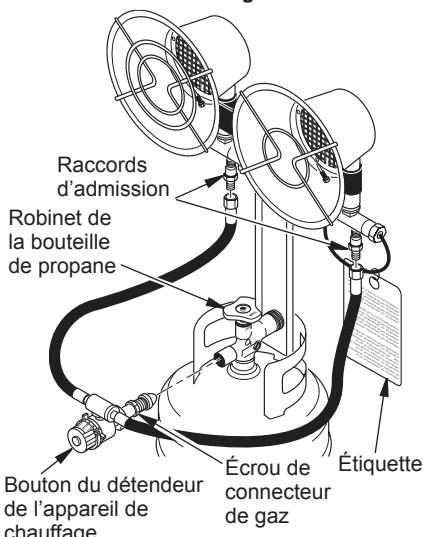

Figure 3 - Connexion de l'appareil de chauffage à la bouteille de propane
- Au moyen d'une clé, serrer l'écrou du connecteur de gaz dans le robinet de la bouteille de propane, les deux raccords à tuyau étant tous deux à l'horizontale (se reporter à la figure 3.). Serrer
- Brancher les deux boyaux sur les connecteurs d'admission (se reporter à la figure 3, page 4). Resserrer fermement en utilisant une clé à vis. S'assurer que les deux boyaux sont connectés avant d'ouvrir le robinet du réservoir.